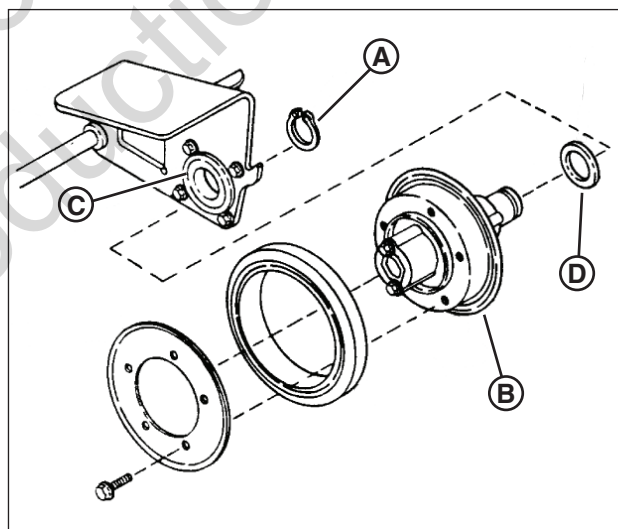

Figure 31: Remplacement du roulement du disque entraîné
2. Retirez l'anneau de retenue (**A**, **Figure 31**) qui fixent le moyeu du disque entraîné (**B**) au plateau de pression.